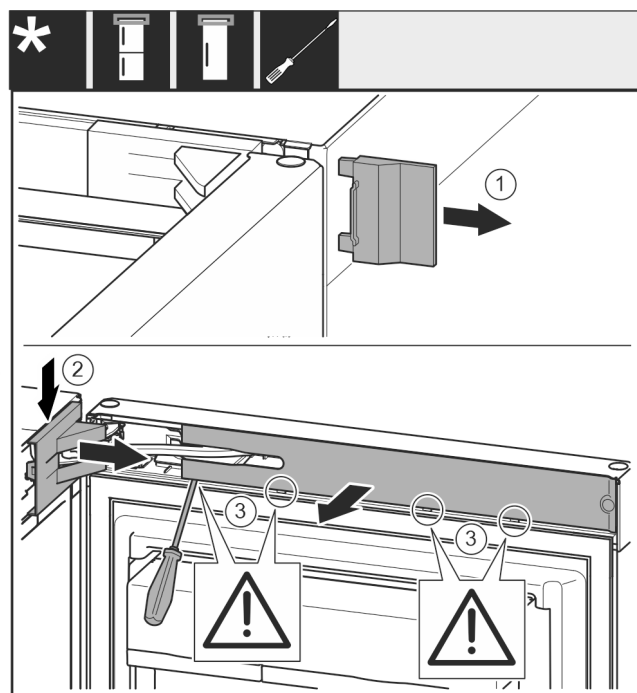

Fig. 8
- Retirar la cubierta exterior. Fig. 8 (1)
- Desencajar y soltar la cubierta del soporte de apoyo. Retirar la cubierta del soporte de apoyo. Fig. 8 (2)
- Desencajar el panel con el destornillador para tornillos de cabeza ranurada y moverlo a un costado. Fig. 8 (3)